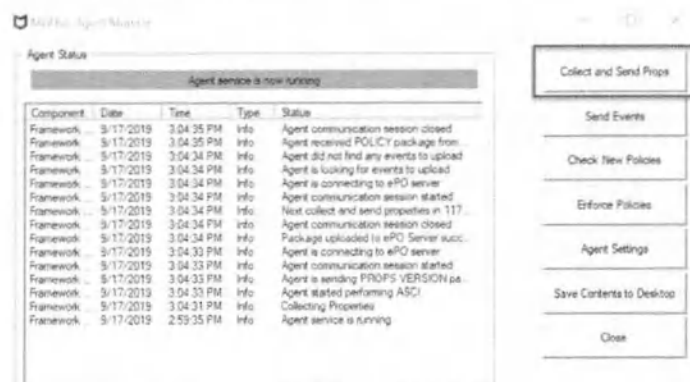

Рисунок 17. Collect and Send Props (Собрать и отправить реквизиты)
6. Нажмите **Collect and Send Props** (Собрать и отправить реквизиты) в диалоговом окне Мониторинг агента McAfee (кнопка вверху справа) (Рисунок 17).